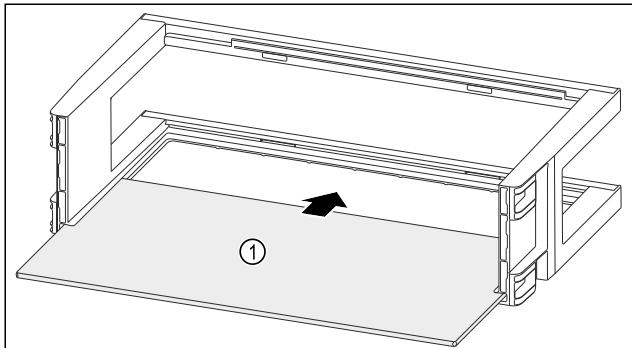

Fig. 116
- ▶ Пусніть полицю Fig. 116 (1) у бічні пази.